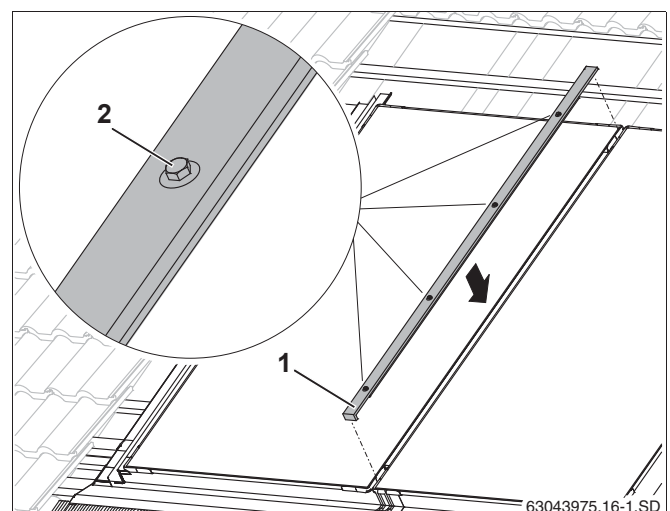

Рис. 50 Средняя накладная планка
- ▶ Вставьте накладную планку (рис. 50, **поз. 1**) отбортовкой вниз в промежуток между двумя коллекторами и выровняйте её.
- ▶ Начиная снизу, вручную затяните винты (рис. 50, **поз. 2**) ключом SW 8.